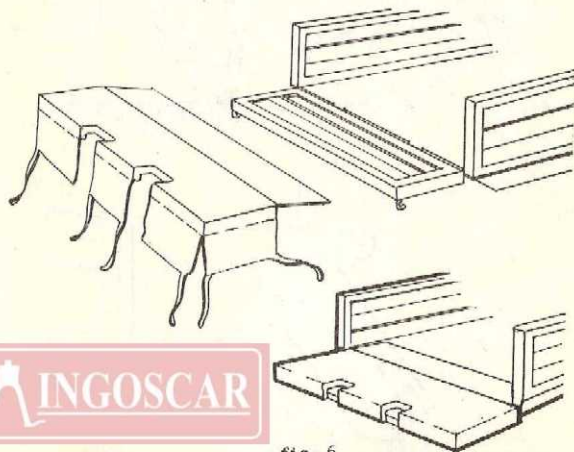

fig. 6
4. Destrabe los anclajes de la compuerta trasera y vuelque ésta hacia afuera, procediendo a forrarla con la funda acolchada de compuerta (39), con los cierres de cremallera hacia arriba; enfunde las esquinas delanteras, debiendo quedar los dos recortes que posee la funda (fig.6) equidistantes de los bordes para que coincidan los cabezales de los cierres a cremallera con los de la carpa, más tarde.